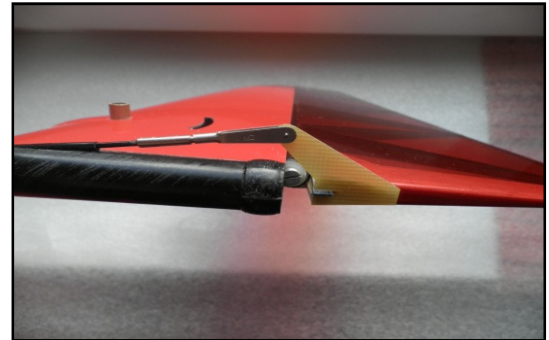

Рис.4 – Вклеенный кабанчик кля
- 7) Прошкурьте кабанчик кия с двух сторон для лучшей адгезии, вставьте его пазом в киль, и вклейте с помощью циакрина. (Рис.4)